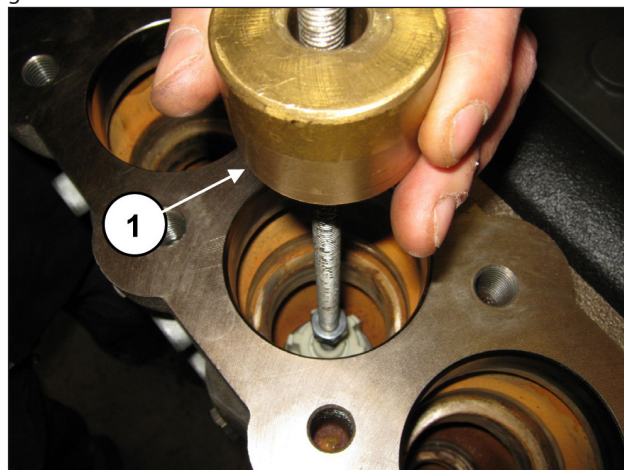

Fig. 107
Extraer el grupo válvula de aspiración aplicando un extractor de percusión (cód. 27516400) en el orificio M10 de la guía de la válvula (pos. ①, Fig. 107) o, como medida adicional, aplicar un adaptador M10-M16 (cód. 25089700) a la rosca M16 de la guía de la válvula.